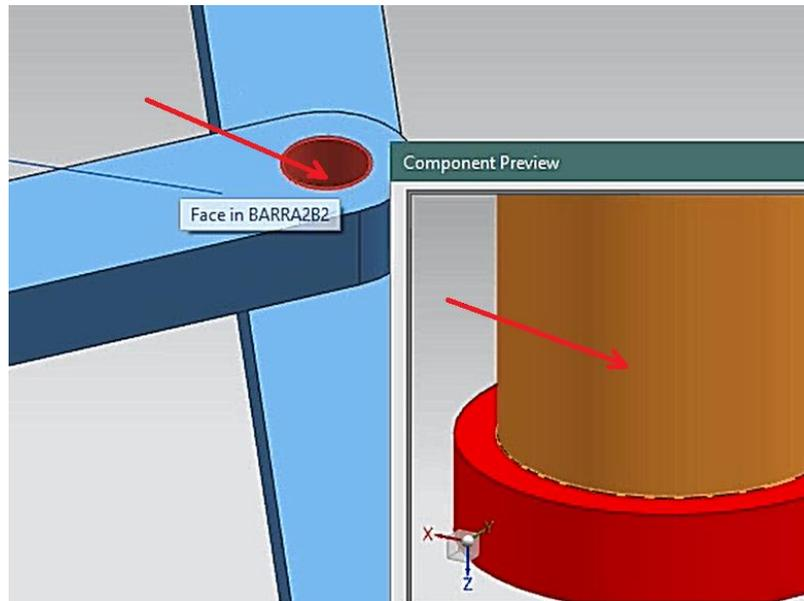

Figura 1.54 Superficie interior del barreno de **barra3b2.prt** y superficie lateral de **broche1 1.prt**.
- Agregar una restricción, de tipo **Fit**. Seleccionar la superficie lateral del **broche1 1.prt** y la superficie interior del barreno en la pieza **barra3b2.prt** (Figura 1.54).